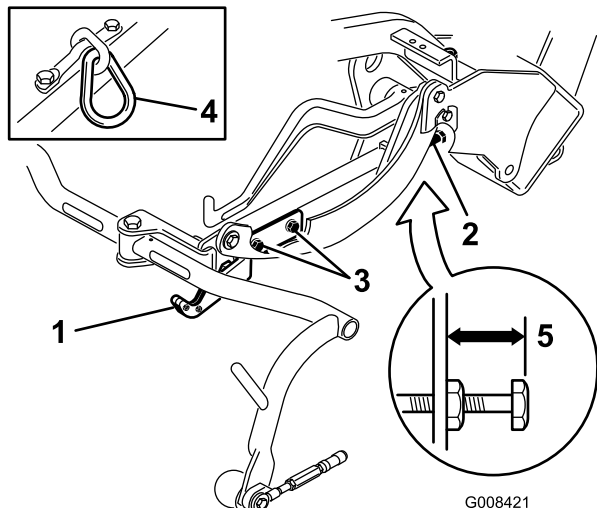
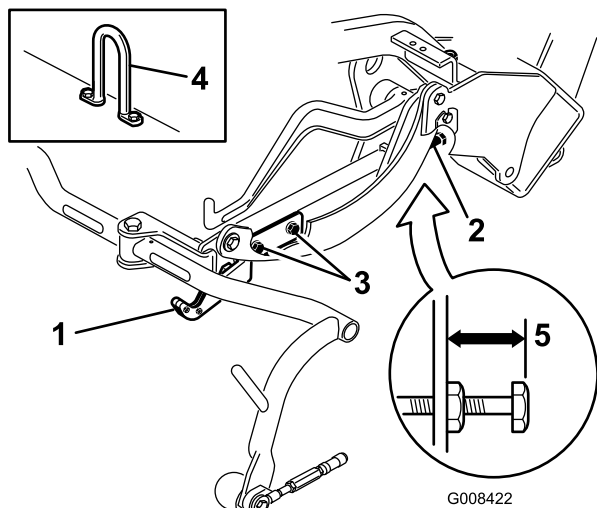

Figura 13
Figura 14
Verifique a altura de transporte (Figura 13 e Figura 14) e ajuste-a, se necessário.
- Em unidades de corte equipadas com um elo de corrente ou um cilindro de elevação recto (Figura 13 e Figura 14, em destaque) verifique se a distância a partir da parte superior do parafuso de ajuste da estrutura de suporte até à parte posterior da estrutura de suporte é de 22 mm. Se a distância não for de 22 mm, passe ao passo 4. Se a unidade de corte estiver equipada com uma articulação de elevação desviada (Figura 12), avance para o passo seguinte.
- Desaperte os parafusos de montagem da placa de transporte (Figura 13, Figura 14 e Figura 12).
- Se as estruturas de suporte não estiverem à mesma altura, desaperte a porca de bloqueio no parafuso de ajuste da estrutura de suporte (Figura 12, Figura 13 e Figura 14). Rode o parafuso para fora para elevar e para dentro para descer. Aperte a porca de bloqueio depois de alcançar a altura adequada.